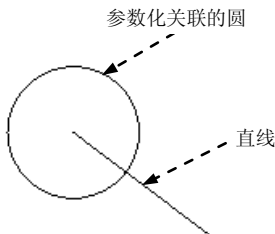

图 4.5.1 绘制参数化关联图元
下面以图 4.5.1 所示的参数化关联图元为例,详细说明创建参数化关联图元的基本过程。
Step5. 绘制关联圆。绘制图 4.5.1 中所示的圆。